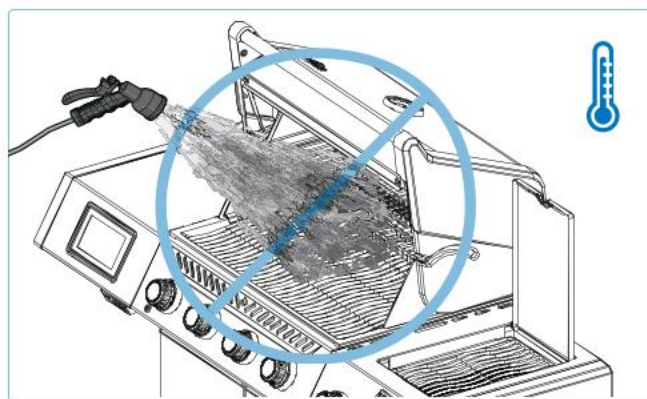

Abb. 16
1. Löschen Sie niemals eine Flamme oder kontrollieren Sie Aufflackern mit Wasser (**Abb. 16**).